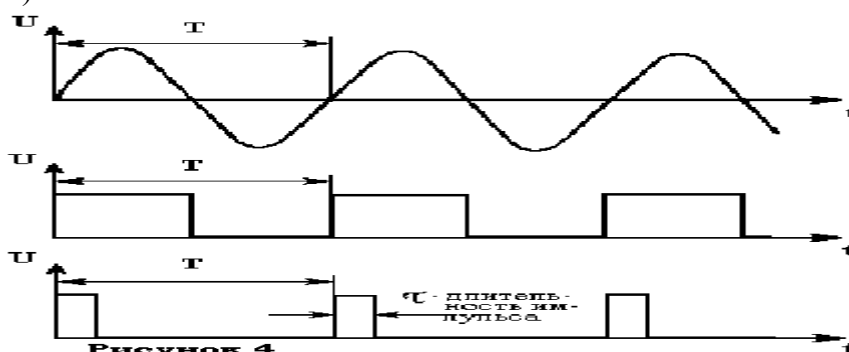

Рисунок 4
К примеру, длительности 50 мс соответствует частоте $1/0,05=20$ Гц, а длительности 0,1 мкс - частота $1/10^{-7}=10^7$ Гц = 10 МГц. Эти значения приведены по отношению к одному делению масштабной сетки - она прикреплена к экрану осциллографа. Подобный подсчёт справедлив для синусоидальных колебаний или импульсных сигналов при равных длительностях импульса и паузы (рис. 4). Если же длительность импульсов и пауз между ними различна, в формулу следует подставлять значение периода следования импульсов (период выражают теми же единицами, что и длительность).
Переключатель (9) спаренный (рис. 4). Во всех положениях верхней (по чертежу) секции переключателя, кроме крайнего левого, генератор вырабатывает пилообразное напряжение различной длительности. В крайнем же левом положении генератор разверток отключается, а нижняя секция переключателя (9) подключает оконечный усилитель канала горизонтального отклонения к гнездам “Вход X ”. Теперь горизонтальная линия развёртки будет получаться только при подаче сигнала на указанные гнезда. Причём чувствительность этого канала меньше, чем канала вертикального отклонения. Длину линии развёртки можно устанавливать регулятором (12). Такой режим работы осциллографа бывает нужен, например, при исследовании частотных и фазовых соотношений гармонических колебаний так называемым методом фигур Лиссажу, когда одни колебания подают на вход Y осциллографа, а другие - на вход X .